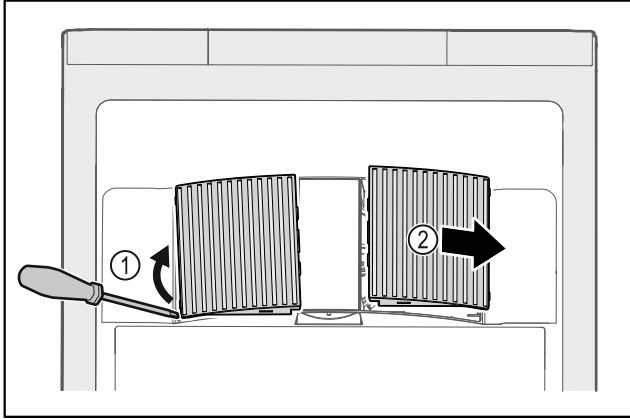

Fig. 34
- ▶ Ventilatorafdekkingen voorzichtig aan de zijkant eruit halen Fig. 34 (1) en naar de voorkant toe verwijderen Fig. 34 (2).